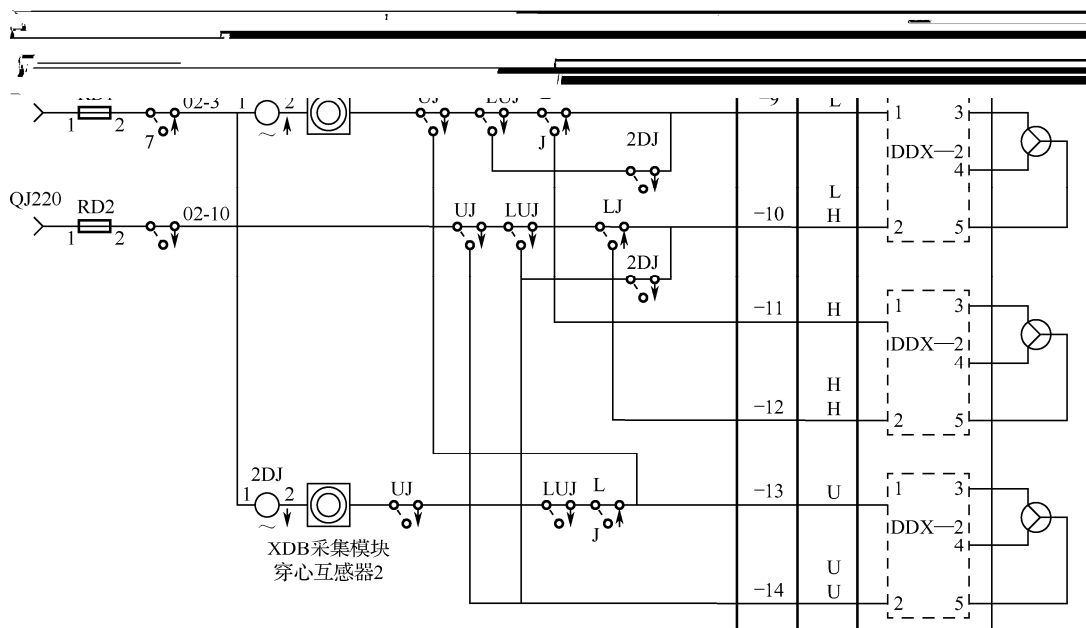

图 1.7 XDB—II 型信号点灯灯丝断丝报警原理示意图
(1) DDX—2 型点灯单元。由信号点灯变压器和灯丝转换模块组成,具备传统点灯单元点灯及灯丝转换的基本功能。
(2) 检测分机。有灯丝状态检测和断丝信息提取功能。借助点灯供电电源线,检测分机从灯丝继电器 DJ 上采集信息,通过内部阻容网络,检测断丝前后相关支路阻抗的微小变化,并将这种变化以数字量信息传递给报警主机,由报警主机进行判断是否发生断丝报警及回路不完整报警。
(3) 报警主机。对接收到的分机信息进行分析判断,从而确定是否报警;如果报警,将输出声光报警信号以提示现场工作人员及时处理。报警主机主要实现功能:①主丝断丝报警;②副丝断丝报警;③主副双丝断丝报警;④报警时,报警信息定位至具体信号灯灯位,区间运用时可检测电缆断线地点,误差为 100 m;⑤通过 CAN 总线将报警信息传送至微机监测系统;⑥实时监督灯丝继电器 DJ 电流,减少现场维护的工作量。报警主机与检测分机的数字通信采用 CRC16 冗余校验,可有效杜绝由于干扰而造成的通信错误,从而保证信息传输的高可靠性。报警主机除本身发出声光报警信号外,还输出开关信号驱动主控台的报警装置进行报警。在实际应用时,可根据需要设置为上行报警、下行报警分别输出,或者不区分上、下行报警输出。XDB—II 型信号点灯灯丝断丝报警原理示意如图 1.7 所示。